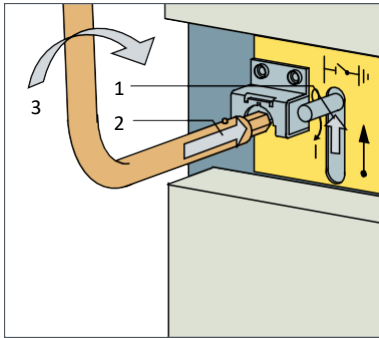
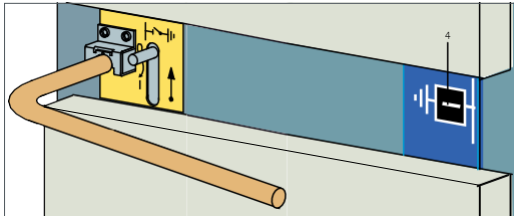

Fig. 10.33
Fig. 10.34
- Pousser la tirette (Fig. 10.33, 1) vers le haut et enficher le levier de commande du sectionneur de mise à la terre vers le haut avec la tige du levier (2).
- Tourner le levier de env. 95° dans le sens des aiguilles d'une montre (3).
- Vérifier l'indicateur de position. Celui-ci doit indiquer que le sectionneur de mise à la terre est enclenché (Fig. 10.34, 4). Retirer le levier.
- Pousser la tirette (Fig. 10.33, 1) vers le haut et enficher le levier de commande du sectionneur de mise à la terre vers le droite avec la tige du levier (2).
- Pousser le levier de env. 95° dans le sens inverse des aiguilles d'une montre (3).